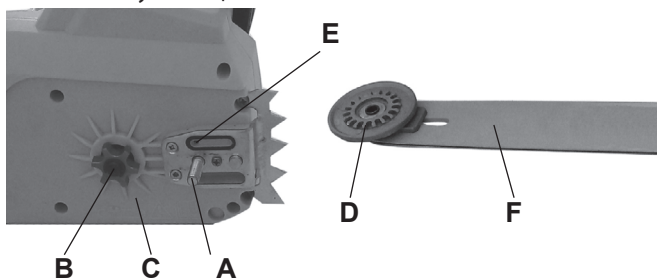
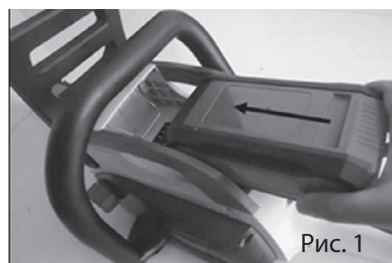

Рис. 2
Рис. 1
1. Установите тормоз цепи 3 (Рис. 1) в нерабочее положение, потянув на себя в направлении к передней ручке.
2. Открутите ручку фиксации защитной крышки 12 (Рис. 1) и кольцо регулировки натяжения 13 (Рис. 1)
3. Снимите защитную крышку 16 (Рис. 1)
4. Наденьте на шину F (Рис. 2) пильную цепь 1 (Рис. 1), проверив правильность расположения зубьев цепи.
10. Затяните ручку фиксации крышки **12** (рис.1) до упора для плотной фиксации направляющей шины на корпусе пилы.
1. Для заполнения масляного бака откройте крышку 9 (Рис.1), при этом следите, чтобы в бак не попала грязь. Заполните бак маслом. Удалите остаток масла с горловины и из внутренней полости крышки. В крышке имеется воздушный клапан при засорении которого насос не работает. Следите, чтобы при эксплуатации пилы этот клапан оставался чистым.
2. Закройте плотно крышку. Во время работы периодически обращайтесь внимание на уровень масла через окно контроля уровня масла 11 (Рис.1).
Установите батарею на место. Убедитесь в правильном расположении батареи и соединении контактов (Рис. 1).